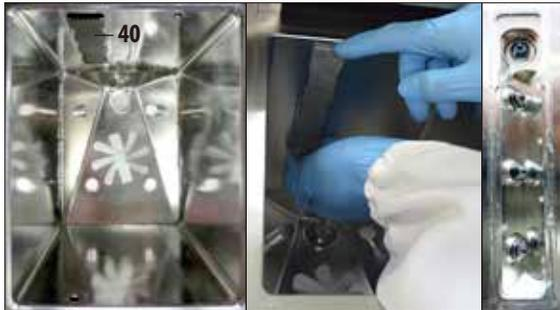

Fig. 238
- Retirer le filtre (40, fig. 238) situé devant les capteurs.